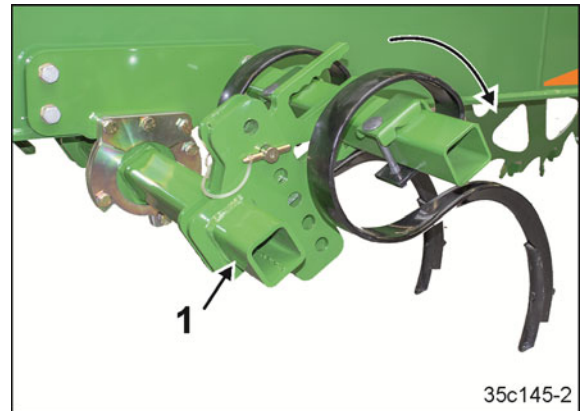

Bild 237
1. Sväng traktorns spårluckrare till arbetsläge (Bild 237/1):
1. Försätt traktorns spårluckrare i transportläge (Bild 237/1):